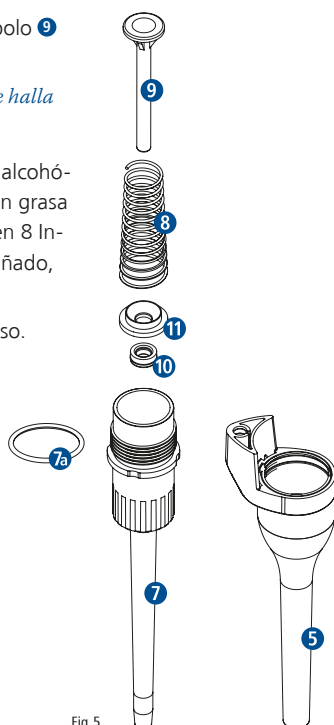

Fig. 5
- Retire la junta tórica 7a el muelle 8 y el émbolo 9 (Fig. 5).
- Saque el aro de apoyo 11 (sólo modelos de 100 µl, 200 µl y 1000 µl) (Fig. 5).